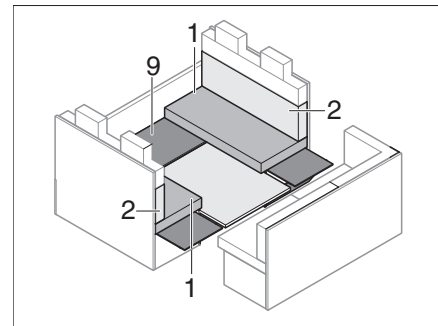

Bild 178 Under ombyggnaden
- Lägg på underlaget (Bild 178,9) igen.